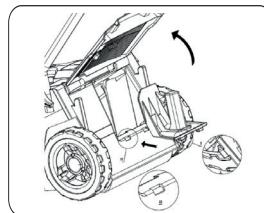

Рис. 15
6. Если вы используете функцию мульчирования, откройте заднюю крышку, вставьте заглушку для мульчирования в отверстие (Рис. 15).